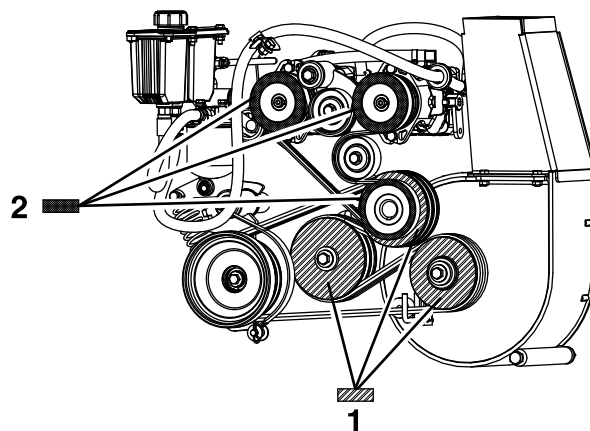

Figura 67
8. Medindo desde a polia do soprador como linha de base, mova o motor e o eixo secundário até que a superfície traseira de todas as três polias esteja alinhada entre 0,8 a 1,6 mm (Figura 67).
4. Utilizando uma extremidade direita, alinhe cada polia da bomba com a polia do motor deslizando-a ao longo do veio da bomba (Figura 67).